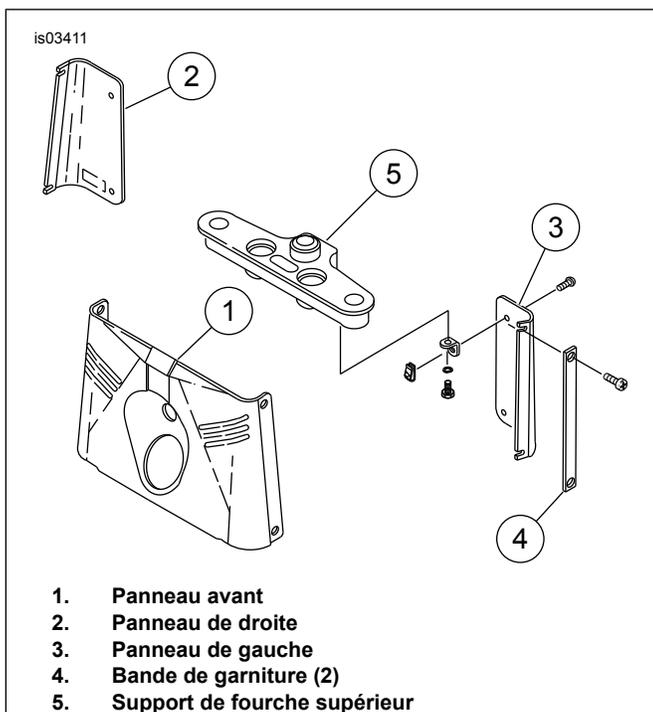

Figure 2. Panneaux de fourche avant
8. Voir Figure 2. Après la dépose du boîtier de phare, retirer les vis qui attachent en position les bandes de garniture (4), les panneaux latéraux arrière (2 et 3) et le panneau avant (1) et retirer les panneaux. Pour retirer les panneaux, retirer avec soin les colliers d'acheminement de conduite de frein du panneau arrière droit. **Ne pas** ouvrir la conduite de frein.